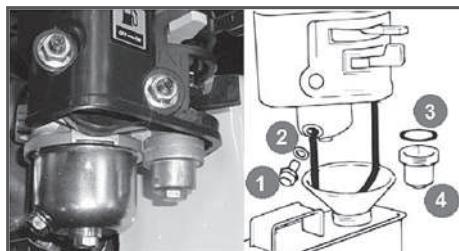

Рис.12 Обслуживание фильтра-отстойника карбюратора
- Открутите болт сливного отверстия (1) и слейте топливо из поплавковой камеры карбюратора (Рис. 12).
- Открутите стакан отстойника (4), вылейте из него топливо в ранее подготовленную емкость.
- Слейте топливо из топливного бака и карбюратора (Рис.12).